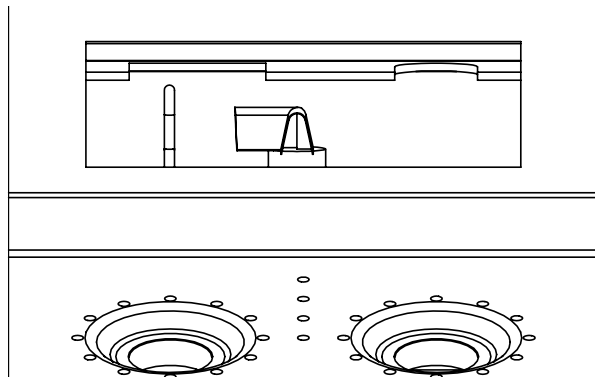

Figure 23: Orientation du pilote
4. Convertissez l'orifice pilote existant à l'aide d'une clé de 7/16 pouces. Desserrez la tête pilote, tournez dans le sens inverse des aiguilles d'une montre et retirez-la complètement. Retirez l'orifice existant et remplacez-le par celui fourni dans le kit (Figure 21). Réinstallez la tête pilote et resserrez à sa position d'origine (Figure 23)